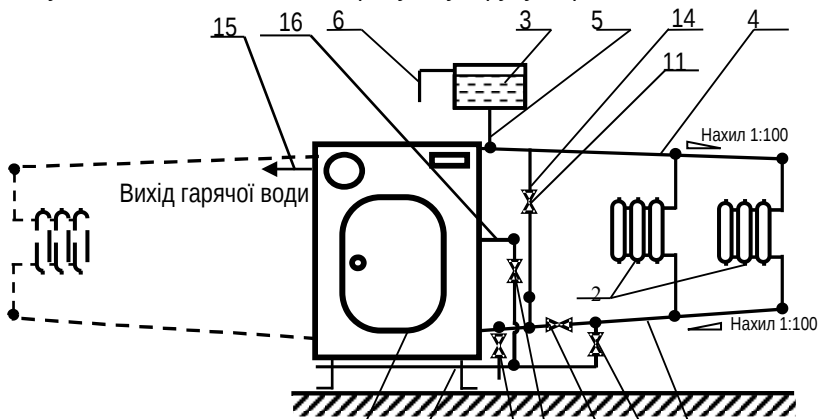

Рис. 4. Принципова схема підключення апарата до системи опалення
2.2.2.2. Принципова схема підключення апарата до системи опалення та гарячого водопостачання наведена на **рис. 4**. Підбір опалювальних приладів (радіаторів) і діаметр трубопроводів в системі опалення в кожному окремо-му випадку виконується за розрахунками, виконаними спеціалізованою організацією, за умови досягнення циркуляції води, яка б забезпечила температуру води в подаючому трубопроводі 50°C і 40°C в зворотному трубопроводі при температурі повітря 0°C.
Для отримання гарячої води з водонагрівача необхідно підтримувати температуру води в апараті 80-90°C, для чого при монтажі апарата (рис. 4) рекомендується встановлювати перепускную трубу з краном 11.